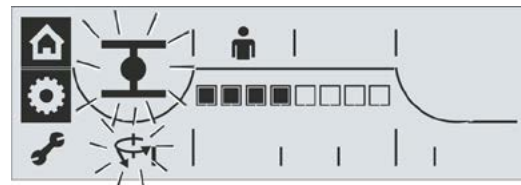

Fig. 2: Menu Parâmetro ativo
5. Confirmar a seleção: Pressionar o controle de drive. O atuador estará no menu 'Parâmetro', o símbolo da chave estará continuamente aceso e o símbolo piscará para o primeiro parâmetro. Aqui o torque está na posição final FECHAR (Fig. 2).